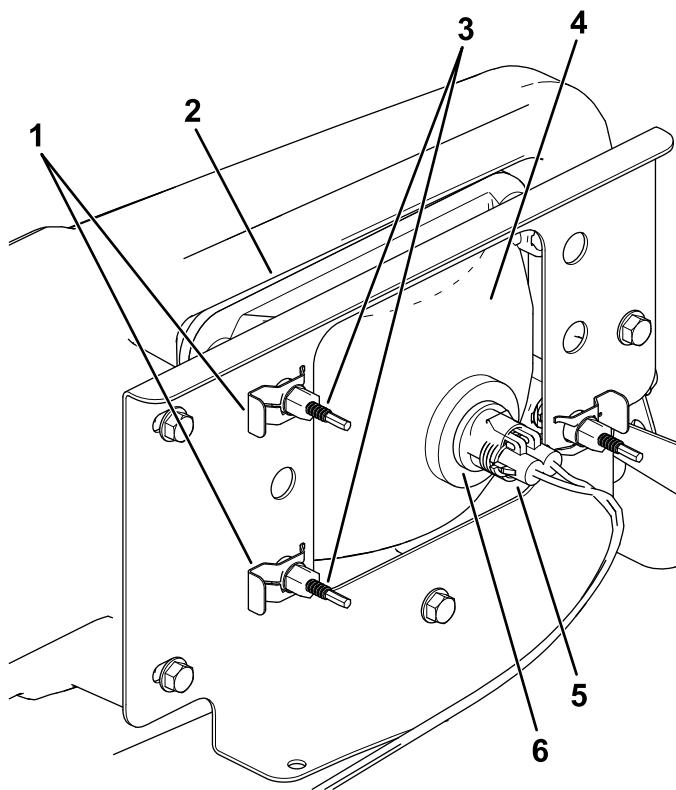

Figura 40
3. Scollegate il connettore elettrico del cablaggio dal connettore del gruppo luci (Figura 40).
4. Togliete i fermagli che tengono bloccato il faro anteriore sulla relativa staffa (Figura 40).
5. Rimuovete il gruppo faro anteriore spostandolo in avanti attraverso l'apertura nel paraurti anteriore (Figura 40).
6. Montate il nuovo faro anteriore attraverso l'apertura nel paraurti (Figura 40).
8. Collegate il connettore elettrico del cablaggio al connettore del nuovo gruppo luci (Figura 40).
5. Sul retro del gruppo faro, ruotate le viti di regolazione (Figura 40) per ruotare il gruppo faro e allineare la posizione di getto del fascio.